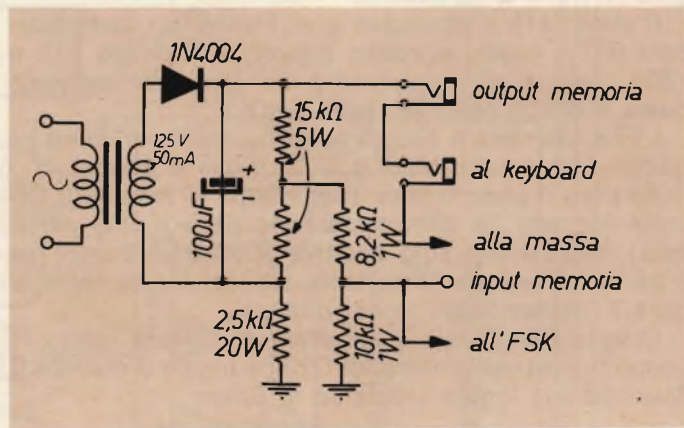

Fig. 8 - Connessione del generatore al Converter RTTY.
Il punto (1) è connesso o all'FSK di un demodulatore RTTY, quale potrebbe essere il Mainline ST5 o l'ST6, oppure all'alimentatore del Loop di macchina quale è quello descritto nella fig. 8.